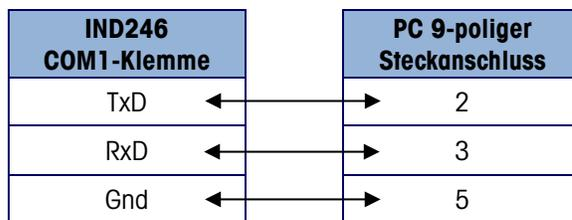

Abbildung 5-11: Verdrahtung des seriellen Kabels
- Führen Sie ein serielles Kabel, das wie in Abbildung 5-11 dargestellt konfiguriert wurde, vom PC zum Terminal.